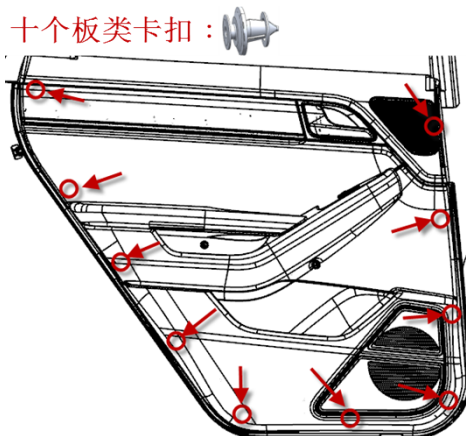

图 9-1-5 内开拉锁拆卸示意图
(3) 如图 9-1-5，用双手掰靠近门铰链一侧的门板侧边，将该侧的数个卡扣从钣金上剥离，然后顺着周边一圈把剩余的几个卡扣从钣金上剥离，确定所有卡扣安装点都从钣金上剥离后，再将门板总成从钣金上取下（此时门护板有线束约束，不可拉扯过远）；